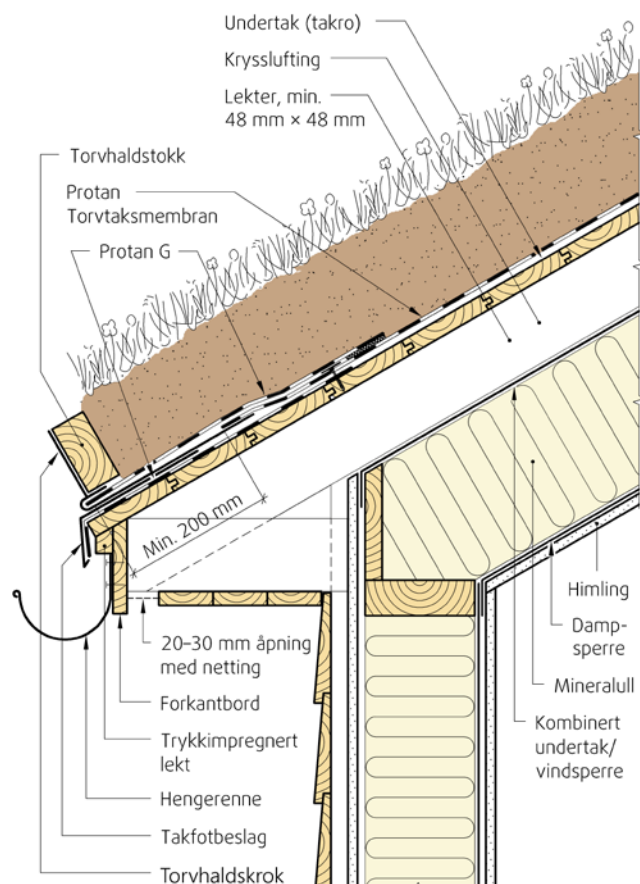
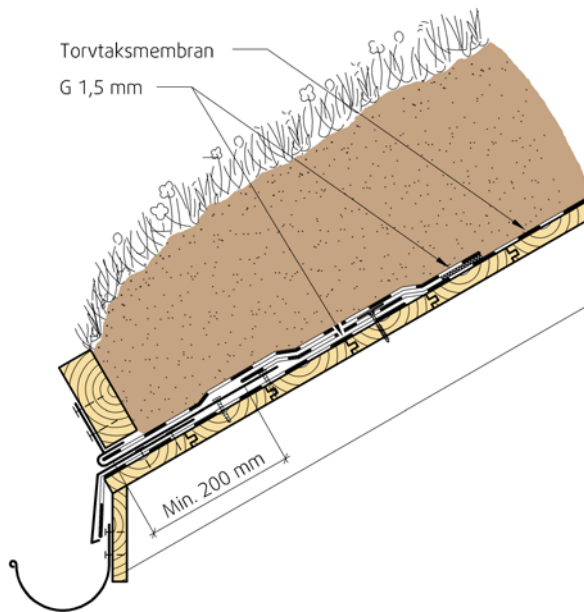

Fig. 1
Fig. 2
Protan Torvtaksmembran brukes på kalde, luftede skrå tak med takvinkel større enn 6°, se fig. 1. Torvtaksmembranen legges rett på luftet taktro med torv direkte oppå torvtaksmembranen, se fig. 2. Torvtaksmembranen festes mekanisk til underlaget. Sammensveising skjer med varmluft.
- Knekt til torvhaldstokk (ved utvendig renne - se fig. 2)
Ved bruk av utvendig renne, avsluttes torvtaksmembranen med festepunkter (skruer og skiver) Se fig. 2. Alternativt kan Protan G sveises til plastbelagt takfotbeslag med forsterkninger av Protan G over hver skjøl i beslag. Torvhaldskroker monteres med skruer gjennom membranen og ned i bærende underlag. Smalere baner av Protan G legges over torvhalskroker, som det fremgår av fig. 2 og sveises i overkant mot torvtaksmembranen.